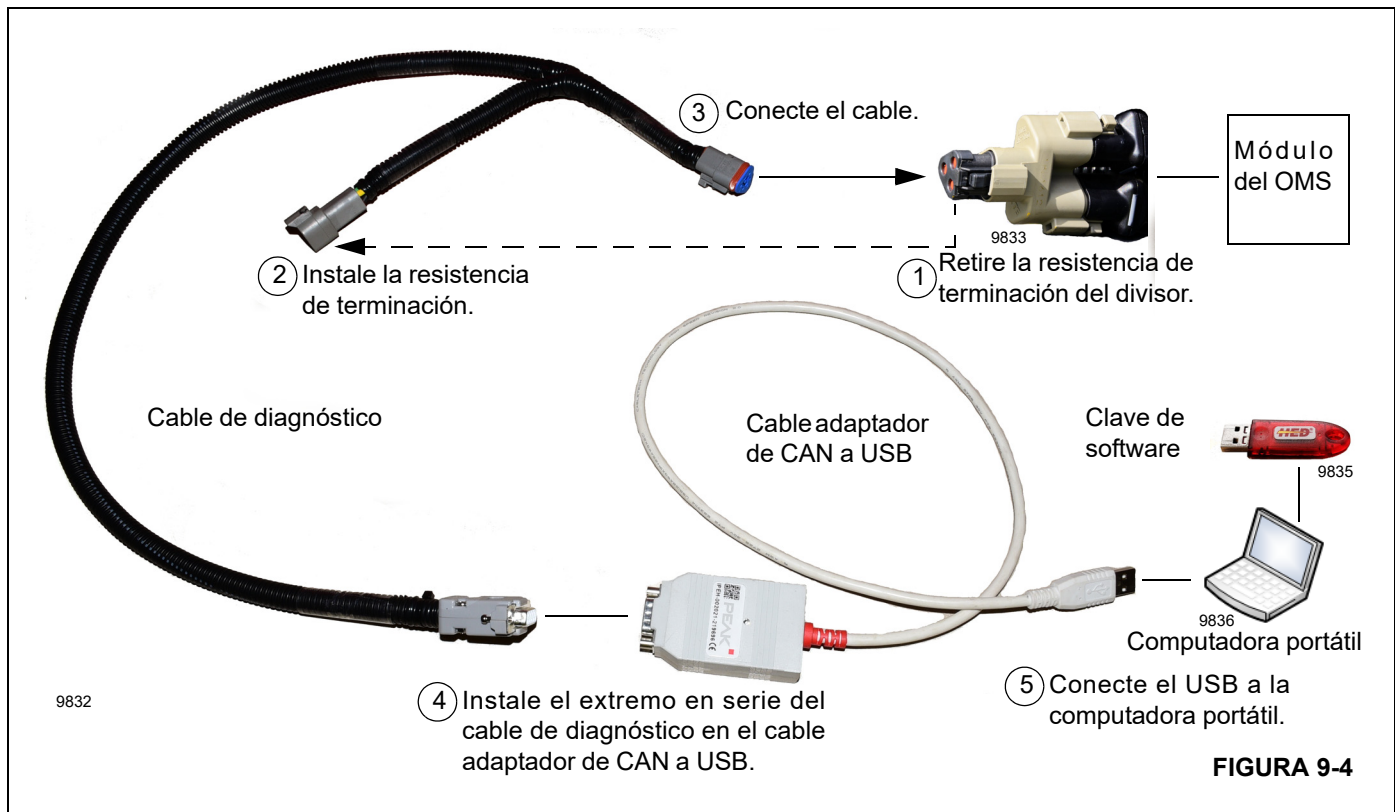

FIGURA 9-4
2. Retire la resistencia de terminación del divisor Deutsch (Figura 9-4).